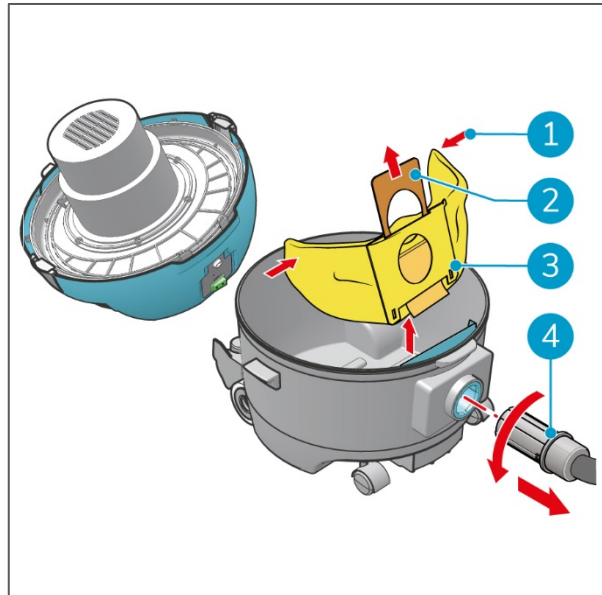

Abbildung 11
6. Drehen Sie den Schlauch (Figure 11, Pos. 4) entgegen dem Uhrzeigersinn und ziehen Sie ihn dann aus dem Schlauchanschluss.
7. Ziehen Sie die Pappflasche (Figure 11, Pos. 2) nach oben, um den Staubbeutel zu verschließen.
8. Falten Sie die Enden des Staubbeutels (Figure 11, Pos. 1) aufeinander zu.
9. Entnehmen Sie den alten Staubbeutel (Figure 11, Pos. 3).